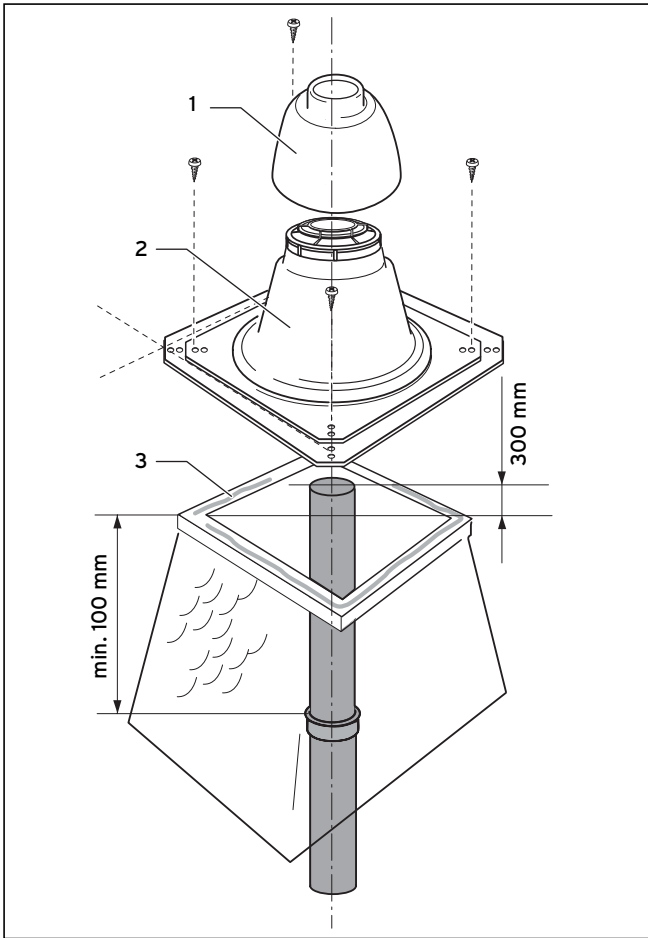

Рис. 6.21 Монтаж шахтной насадки
- Повторяйте соединение труб до тех пор, пока не сможете вставить самую нижнюю трубу в опорное колено, а самая верхняя труба не позволит монтаж шахтного перекрытия по рис. 6.21.
Для монтажа шахтного перекрытия из пластика (ПП) соблюдайте рис. 6.21.